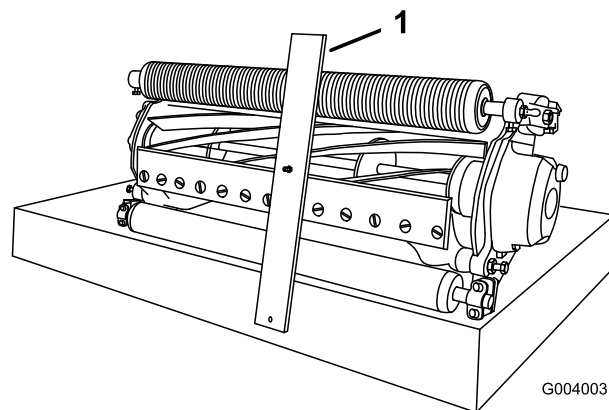

Figura 56
3. Agganciate la testa della vite sul tagliente della controlama, ed appoggiate la parte posteriore della barra sul rullo posteriore (Figura 56).